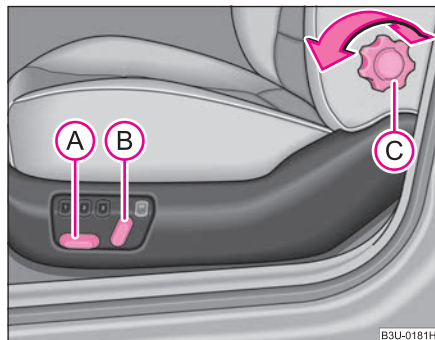

Fig. 55 Vista lateral: elementos de manejo de ajuste del asiento
- Desplace el interruptor (A) o (B) ⇒ fig. 55 hasta la posición de ajuste deseada.
- Gire la ruedecilla moleteada (C), hasta que se alcance la curvatura óptima del acolchado de la zona lumbar.